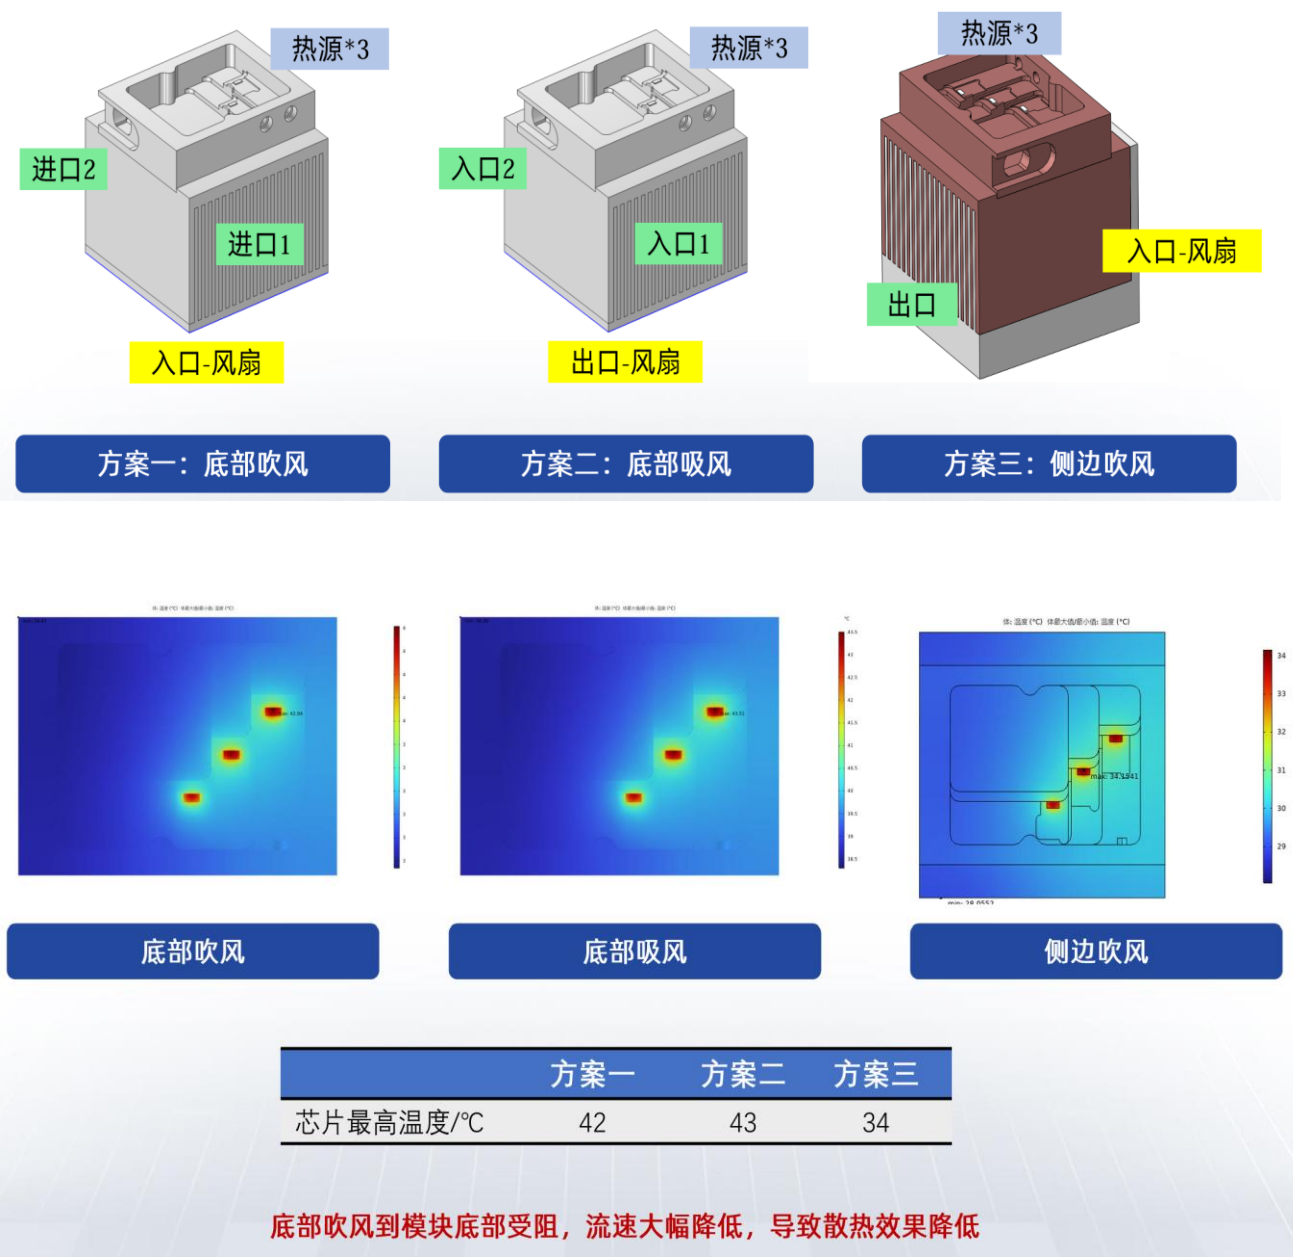

图 4 不同吹风方式下的芯片温度仿真数据
3.2 模拟了三种吹风冷却方案下的芯片温度表现，如图 4 所示：